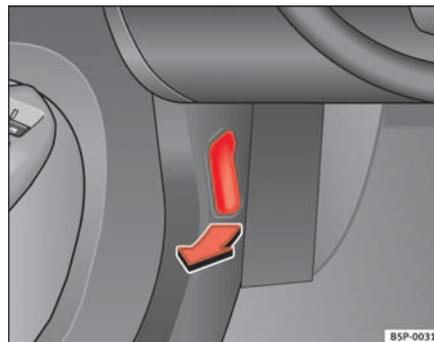

Fig. 151 Détail du plancher côté conducteur : levier de déverrouillage du capot-moteur
- Tirez sur le levier qui se trouve sous le combiné d'instruments ⇒ page 216, fig. 151 dans le sens indiqué par la flèche. Le capot se débloque grâce à l'action du ressort ⇒ .